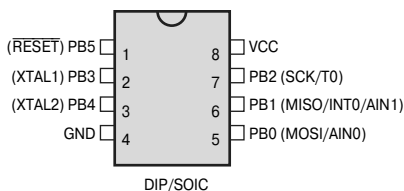

Рис. 1.3. Расположение выводов (вид сверху) моделей ATtiny12/12L/12V
- ATtiny12, ATtiny12L, ATtiny12V (**Рис. 1.3**) — имеют FLASH-память программ объемом 1 Кбайт и EEPROM-память данных объемом 64 байт;